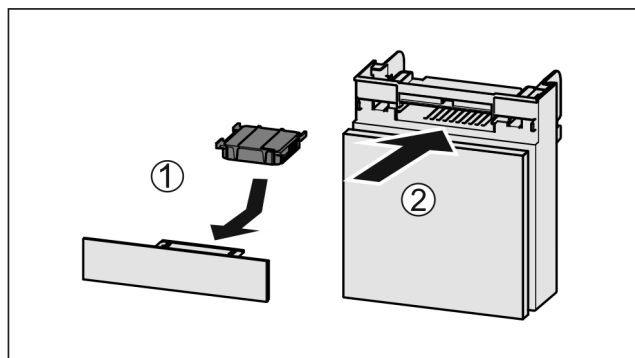

Fig. 152
- Wkładać Fig. 152 (1) filtr z węglem aktywnym zgodnie z ilustracją.
- Filtr z węglem aktywowanym zatrzaskuje się. Gdy filtr z węglem aktywowanym jest skierowany w dół: ► Wsunąć komorę Fig. 152 (2).